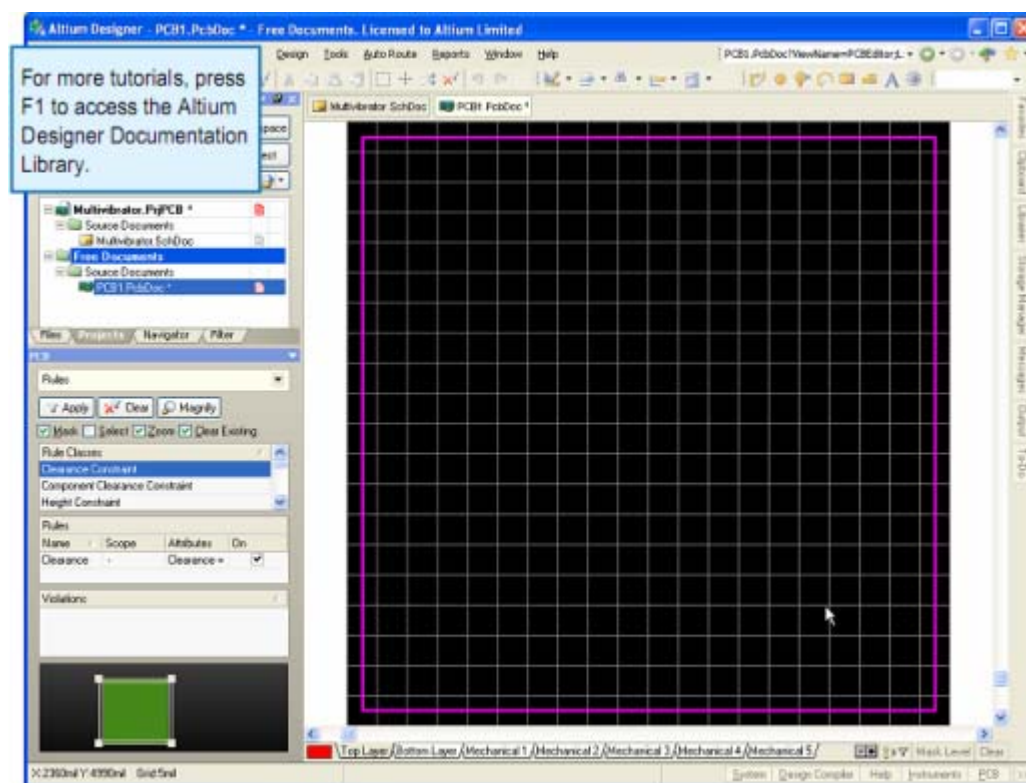

图 6-13 PCB 文件
11. PCB 文件显示出一个预设大小的白色图纸和一个空板（黑色为底，带栅格），如图 6-13 所示。如果需要关闭，选择 **Design>>Board Options**，并在板设置对话框中取消选择 **Display Sheet**。用户可以用 Altium Designer 的其它 PCB 模板来添加边界，栅格参考和标题。